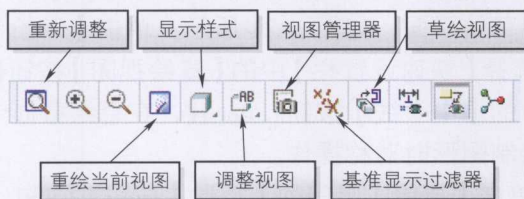

图 1-16 【快速设置栏】
4) 选择【快速设置栏】中的【草绘视图】按钮，如图 1-16 所示，使得草绘平面与屏幕平行；单击【草绘】组中的【中心线】按钮，在草绘截面十字交叉处绘制两条互相垂直的中心线，便于下一步截面的绘制。